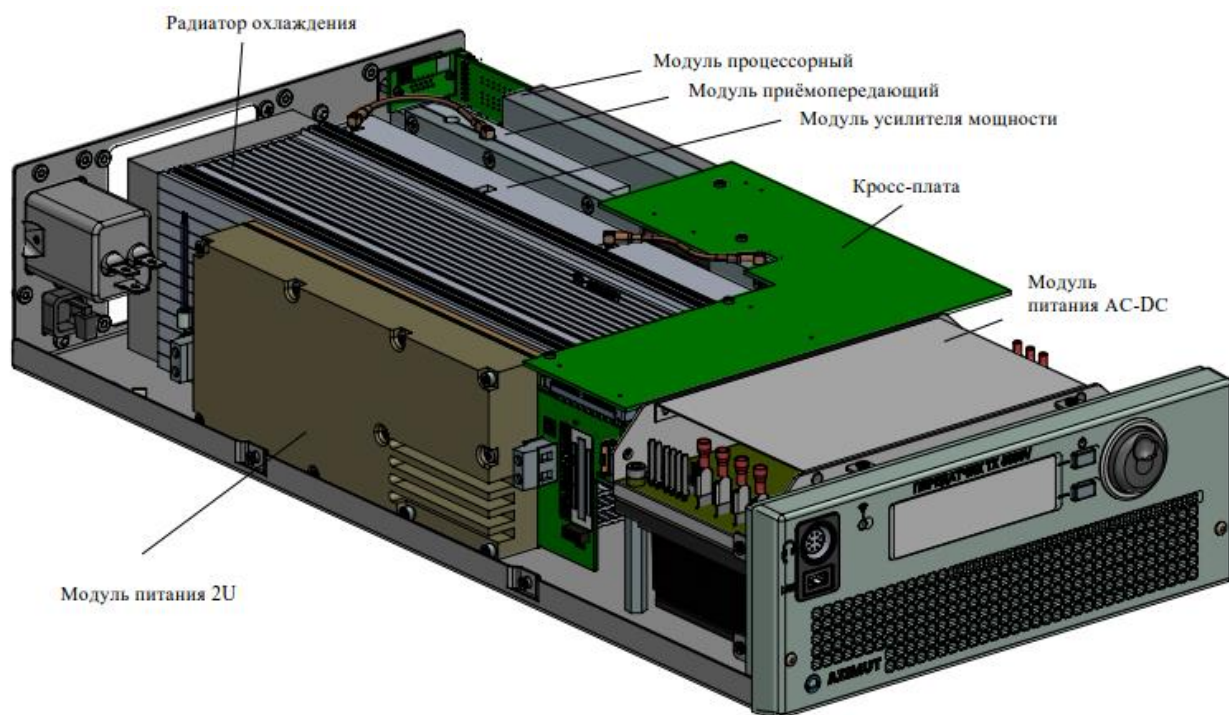

Рисунок 5 – Внутреннее устройство и расположение модулей
1.7.1 Внутреннее устройство и расположение составных модулей в корпусе Изделия со снятой крышкой показано ниже (Рисунок 5).